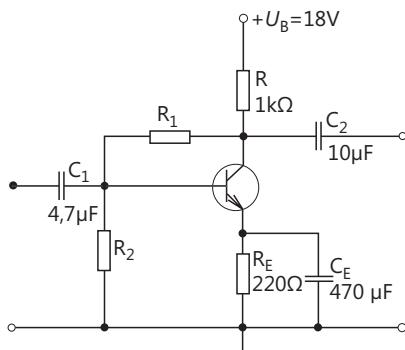

Bild 7.60
- Berechnen Sie für die Verstärkerschaltung Bild 7.60 die Ohmwerte für  $R_1$  und  $R_2$ :